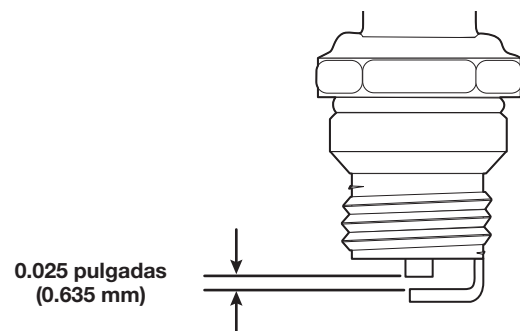

Fig. 28
6. Use un calibre de separación para ajustar una separación de aire de **0.025 pulgadas (0.635 mm)** (Fig. 28).